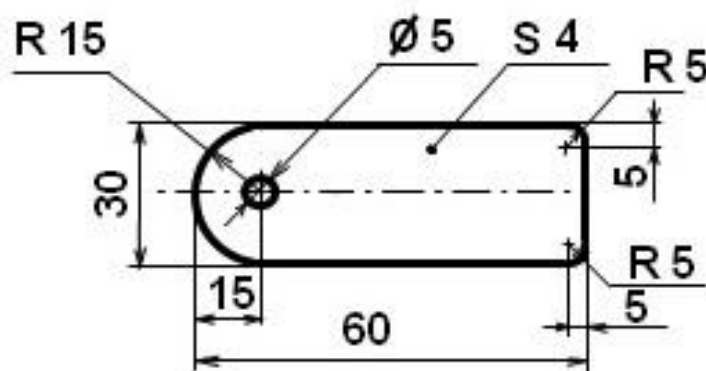

Рис. 1 Брелок
- а) произвести разметку заготовки в соответствии с эскизом (Рис. 1);